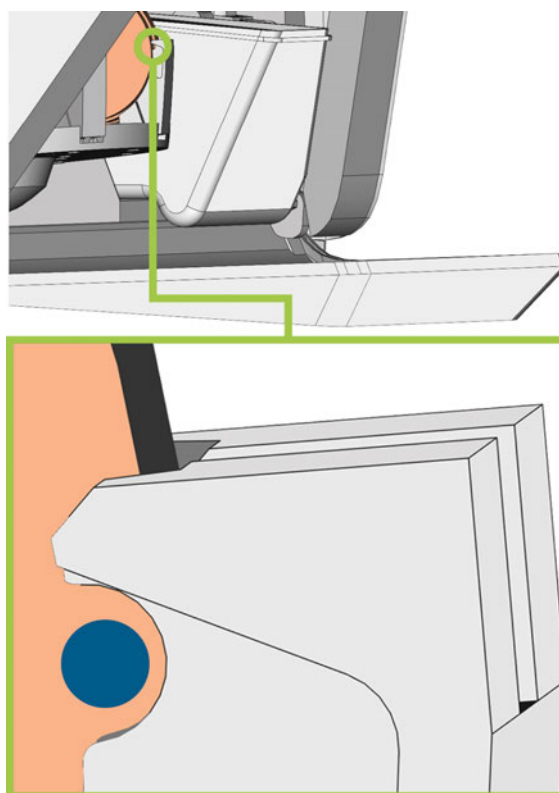

FIG. 53 – LA MARQUE POUR LE SERRAGE (CERCLE BLEU) SE TROUVE DANS L'OUVERTURE DE LA MANETTE DE SERRAGE
10. Disques : Si le disque a été marqué pour le serrage, tournez légèrement le disque jusqu'à ce que la marque se trouve dans l'ouverture correspondante de la manette de serrage (☞ Fig. 53 - bas).